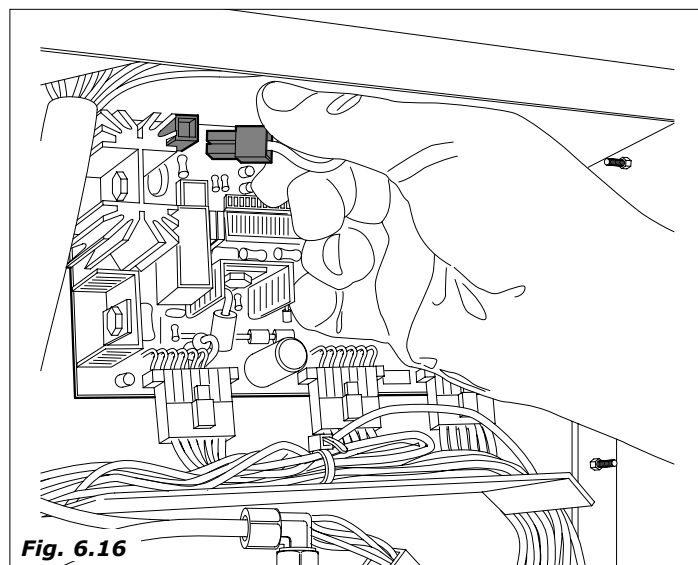

Fig. 6.16
- una vez efectuadas estas operaciones, conectar el conector resistencia a la placa de potencia y esperar aproximadamente diez minutos hasta que se establezcan las temperaturas de funcionamiento (Fig. 6.16).